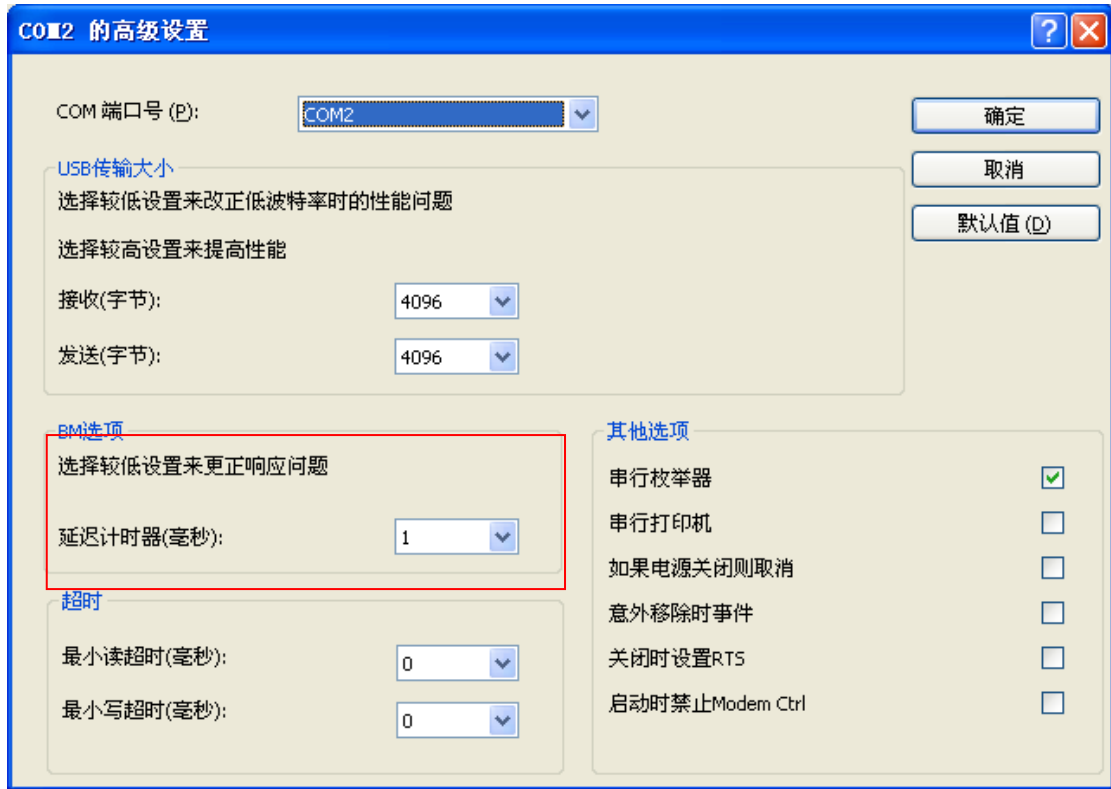

图 4.1 选择 USB 通讯的延迟计时器时间
- 5) 在高级设置对话框中将“延迟计时器(毫秒)”的值设置为 1(其他内容可以忽略，即默认值即可)，如图 4.1 所示；